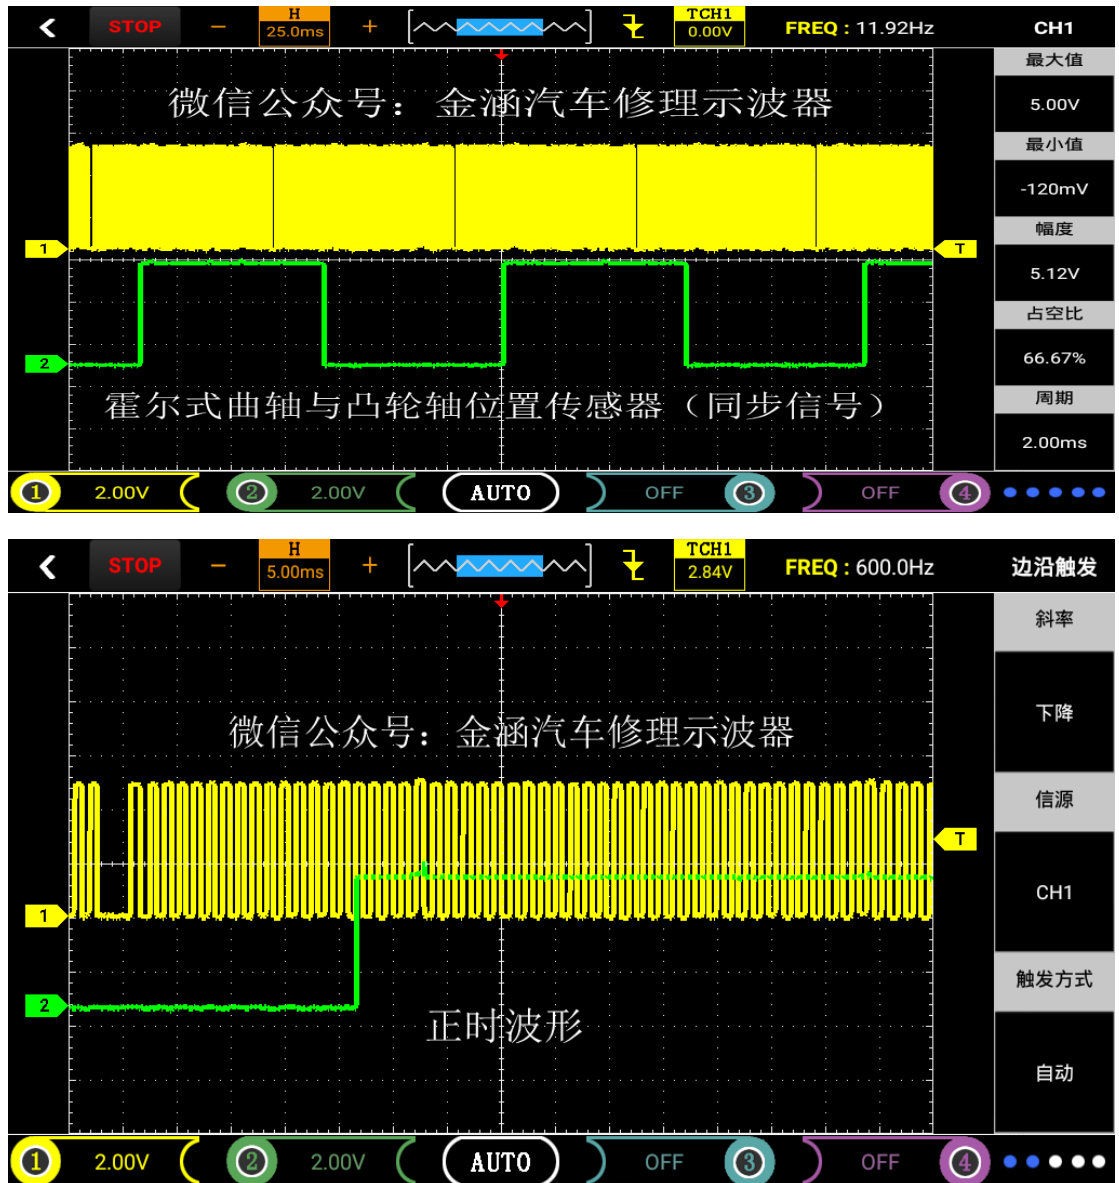

图13
- ③将俩根探头分别接到示波器CH1、CH2且探头调置1X档，然后接地夹接到信号地或搭铁。
- ④由于示波器“磁电式”和“霍尔式”功能已默认好设置（探头档1X，时基档10.0ms），只需将俩根探头接到对应的信号即可直观的显示波形，如图13。
- ⑤点击“CH1”或“CH2”，可以查看各项数值配置（配置已默认）。
- ⑥显示的波形可以自行通过调节时基、垂直伏/格和触发方式实现自己的需求（时基、垂直伏/格和其他的具体操作方法请参考通用示波器操作）。